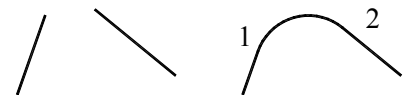

Рис. 3.12. Побудова спряження
Після позначення другого об'єкта (2) система AutoCAD або побудує необхідну дугу спряження, або повідомить про те, що з даним радіусом це неможливо. На рис. 3.12 показано спряження двох ліній до і після побудови.